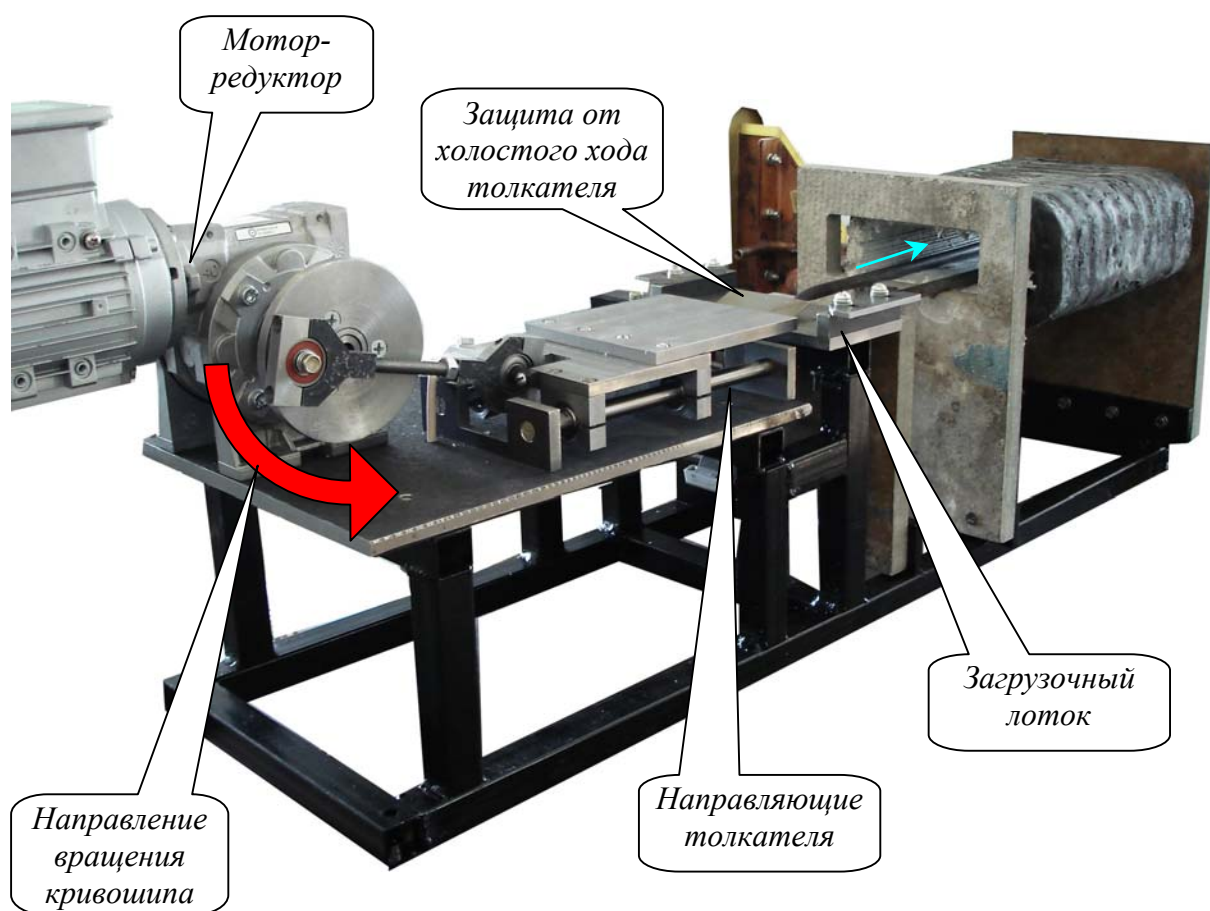
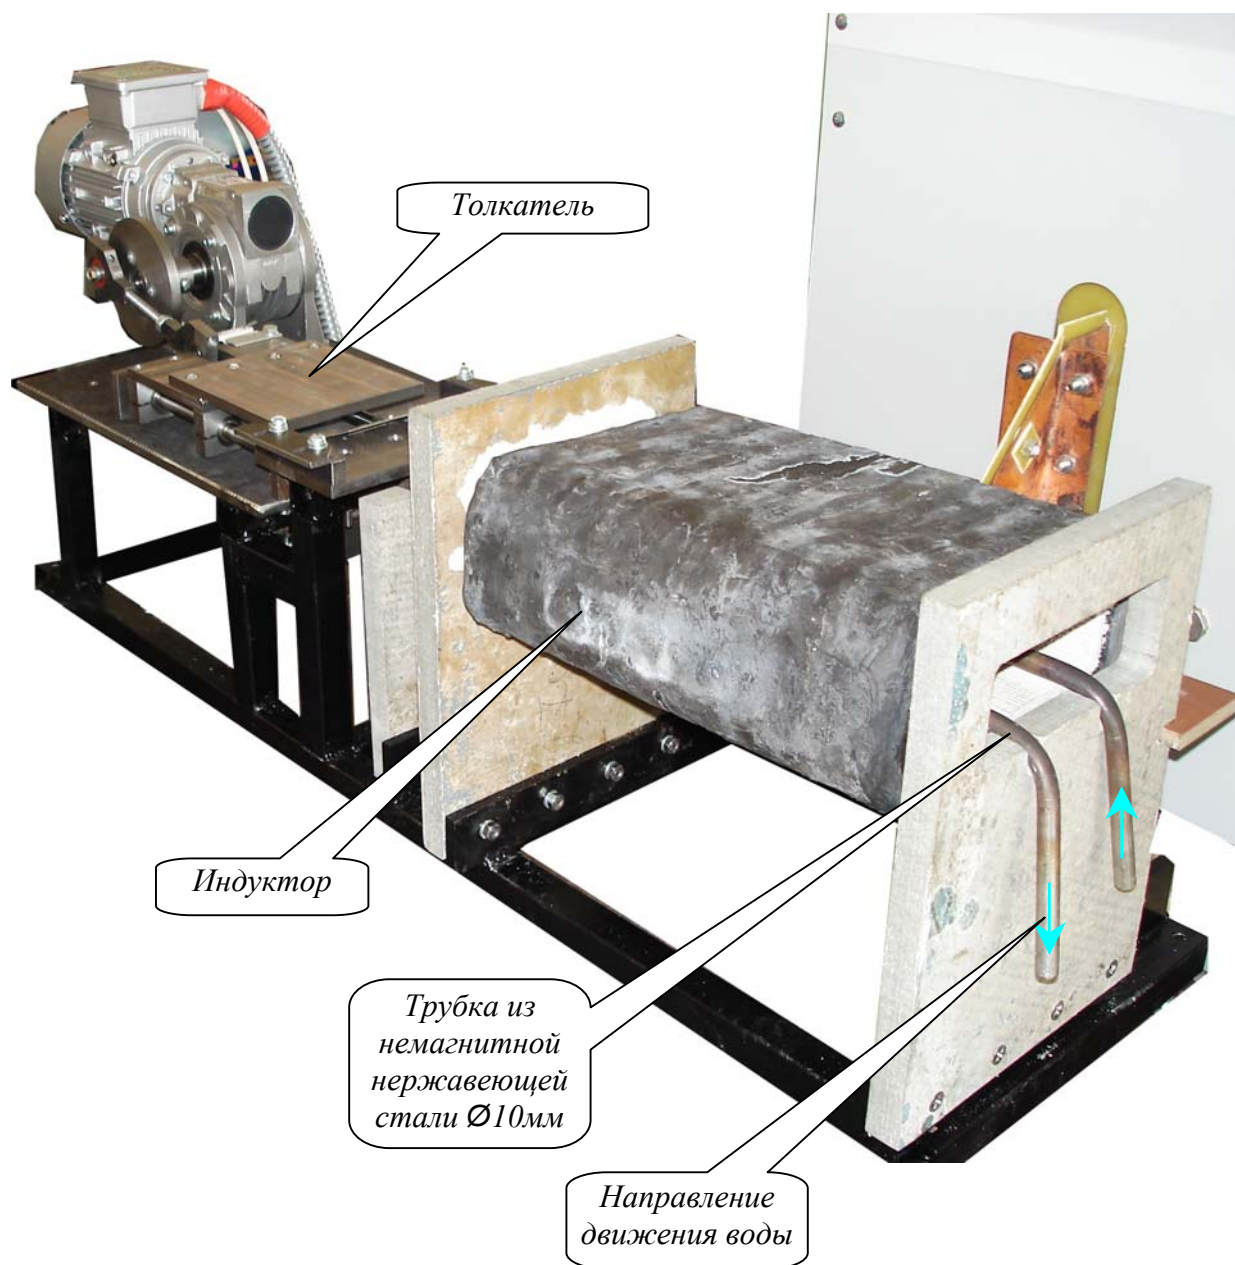
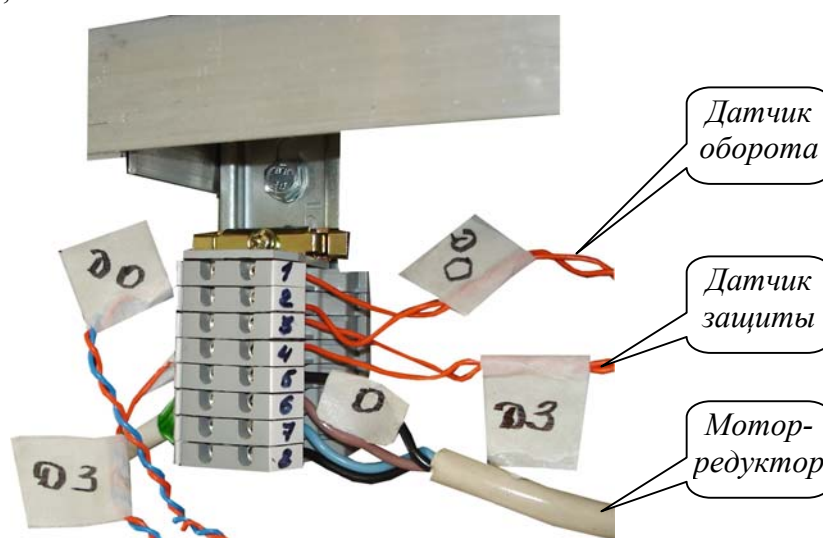

Рисунок 1 – Устройство подачи заготовок в индуктор (общий вид)
Рисунок 2 - Устройство подачи заготовок в индуктор (общий вид)
Рисунок 4 – Подключение устройства подачи.
1) Автоматический выключатель на СБП установить в нижнее положение (рис.2 ПАСПОРТ);
2) Подключить кабель от устройства подачи к СБП через ввод на верхней панели (рис.2 ПАСПОРТ, рис. 4);
3) Подвести сеть  $\sim 380\text{В}$ , 50Гц к СБП на автоматический выключатель, **соблюдая фазировку** (рис.2 ПАСПОРТ). Правильность подключения фаз проверяется по направлению вращения кривошипа (рис. 1). **Нулевой провод подключается на отдельную клемму рядом с автоматическим выключателем!!!**
4) Подключить заземление, используя **специальный болт на корпусе СБП** (рис.2 ПАСПОРТ);
5) Подключить сменный индуктор к клеммам СБП (рис. 1, 2);
6) Подвести водяное охлаждение индуктора, СБП и трубок по которым катятся детали (рис.1, рис.2);
8) Включить автоматические выключатели на СБП (рис.2 ПАСПОРТ);
- 14) Нажать кнопку «Стоп» на передней панели СБП на ВПУ (рис.1 ПАСПОРТ) для сброса защиты (св.д. «Стоп» должен погаснуть);
- правильность подключения фаз сети по направлению вращения кривошипа (рис. 1).